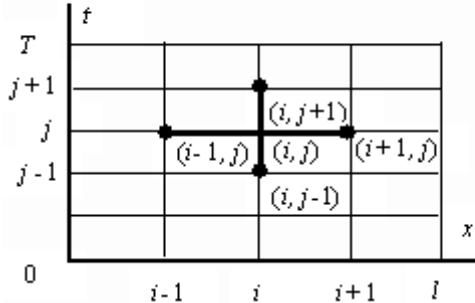

Рисунок 13. Шаблон для волнового уравнения
Для построения разностной схемы решения задачи (2) - (4) построим в области $\{0 \leq x \leq l, 0 \leq t \leq T\}$ сетку $x_i = i h, i = 0, 1, \dots, n, l = h n, t_j = j \tau, j = 0, 1, \dots, m, T = t m$ и аппроксимируем уравнение (2) в каждом внутреннем узле сетки на шаблоне “крест” (Рисунок 13).
Апроксимируем дифференциальную задачу (13) - (14) на шаблоне "крест" (Рисунок 13), в результате получаем *неявную трехслойную разностную схему*: